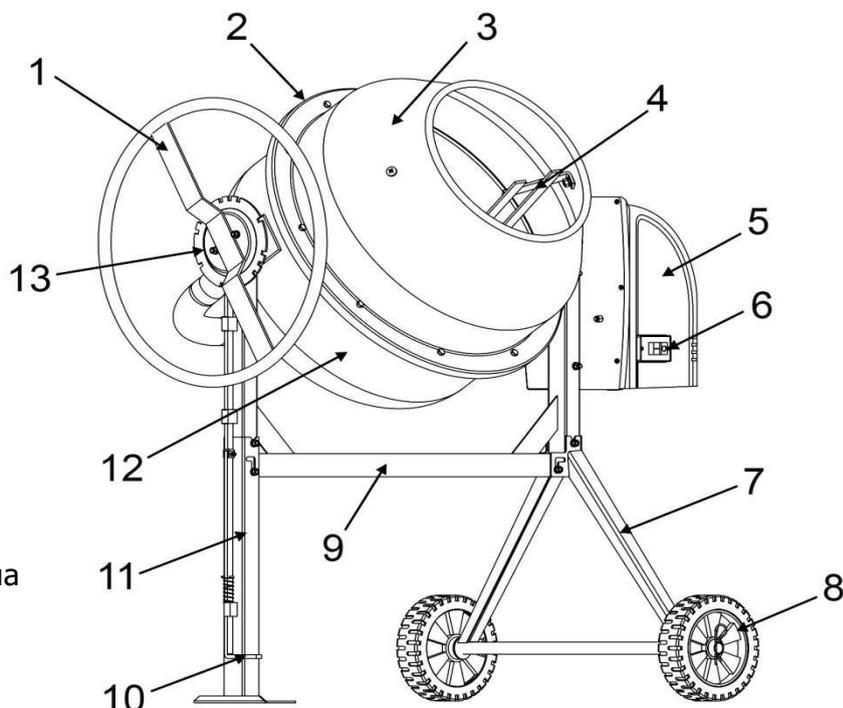
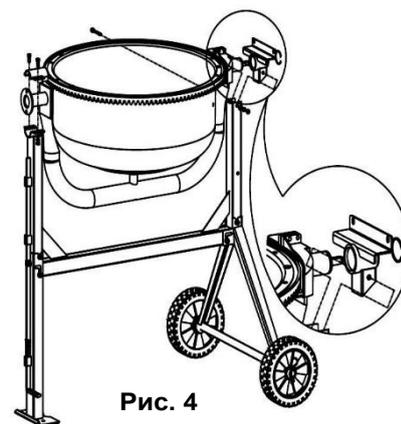

Рис. 1
Рис. 4
- Наденьте на ось колесной стойки (7) (См. Рис.1,2) по колесу с каждой стороны.
- К несущей балке (9) (См. Рис.1) присоедините дополнительную опору (11).
- Соедините раму с колесной стойкой (7) (См. Рис.1;3). Зафиксируйте ее положение винтами (M8x70). Крепко затяните винты.
Установите опорную дугу вращения барабана на балку рамы. Зафиксируйте ее положение винтами M8x65 (См. Рис.4).
- Осторожно поместите нижний барабан (12) (См. Рис.1) на стойку так, чтобы подшипники попали в соответствующие пазы (См. Рис.4).
- Поместив верхний барабан (3) (См. Рис.1) на обод нижнего барабана (12) (См. Рис.1; 6), убедитесь в совпадении пазов и стрелок, а также в свободном вращении лопастей внутри барабана.
- Установите колесо наклона (1) (См. Рис.1) на место крепления.
- Трансмиссия с электродвигателем закрыта защитным кожухом (5) (См. Рис.1; 8).
крепления кожуха (5) (См. Рис.1). Приводной ремень должен быть надет на шкив, прогиб ремня при нажатии на него пальцем в средней части должен быть в районе 0,5-1 см.
2. Нажмите на зеленую кнопку включения (6) (См. Рис.1), расположенную сбоку на защитном кожухе электродвигателя.
3. Для отключения – нажмите на красную кнопку (6) (См. Рис.1).